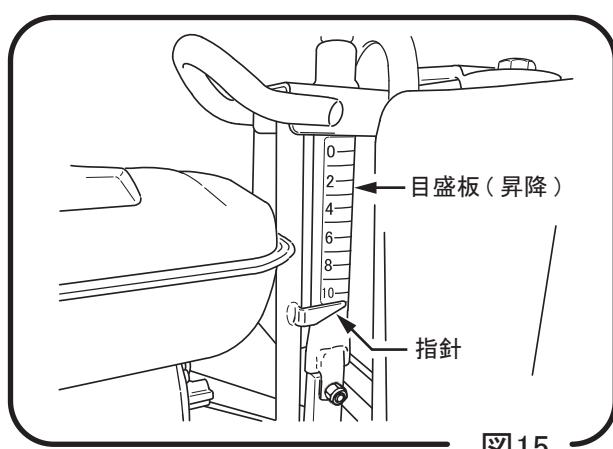

図15
- 5 目盛板（昇降）でも、簡易的に深さを見る事ができます。（図 15）